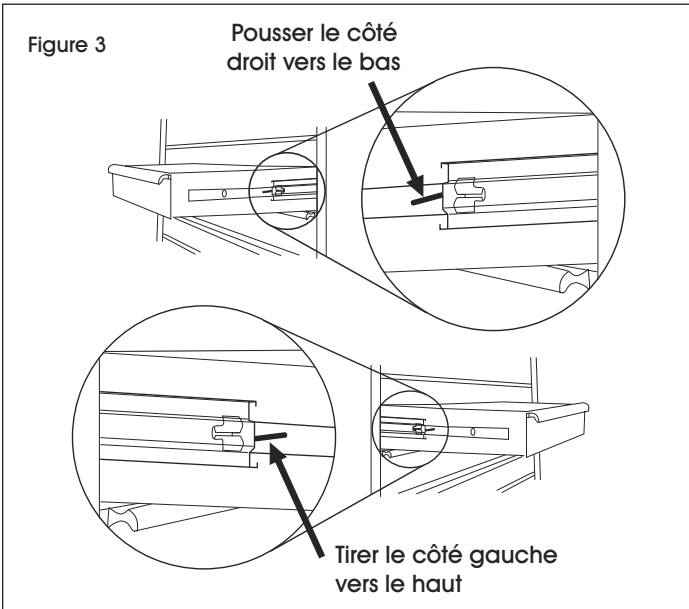

Figure 3
1. Tirez le tiroir jusqu'à ce qu'il soit ouvert au maximum. (Voir Figure 3)